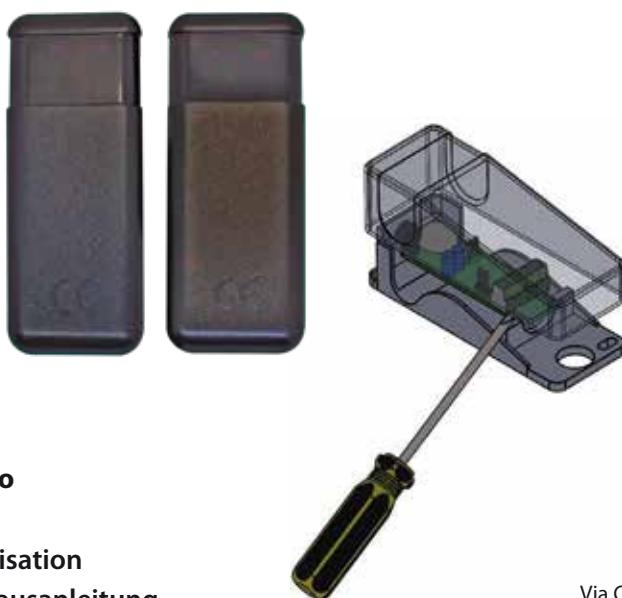

Fig.1 / Pic.1
- Per aprire le fotocellule, utilizzare un cacciavite e ruotare come in Fig.1. Infilare i cavi nell'apposita sede e fissare la basetta alla parete. Se si deve fissare la fotocellula al muro, effettuare i tre fori Ø5 ed innestare tasselli adeguati. Se si deve fissare la fotocellula su metallo, effettuare i tre fori Ø3 per predisporre l'utilizzo delle sole viti autofilettanti.
- Pour ouvrir les photocellules placez le tournevis comme indiqué dans la Fig.1 et tournez. Enfilez les câbles dans le logement prévu et fixez l'embase au mur. Pour fixer la cellule photo-électrique à une paroi, percez les trois trous ø5 et positionnez les goujons appropriés. Pour la fixer sur un support métallique, percez les trois trous ø3 pour l'utilisation des vis tarauds.
- Zum Öffnen der Lichtschranken einen Schraubendreher verwenden und wie in Abb.1 dargestellt drehen. Führen Sie die Kabel in die entsprechenden und befestigen Sie den Sockel an der Wand. Wenn die Lichtschranke an der Wand befestigt werden soll, bohren Sie die drei ø5 bohren und geeignete Dübel einsetzen. Wenn die Fotozelle auf Metall montiert werden soll, bohren Sie die drei ø3-Löcher, um nur die selbstschneidenden Schrauben zu verwenden.
- Para abrir las fotocelulas utilizar un destornillador y rodar como en Fig.1. Introducir los cables en la especifica sede y fijar la base a la pared. En caso de fijarse la fotocélula en la pared, practicar los tres agujeros Ø5 e introducir tacos adecuados. Si se debe fijar la fotocélula sobre metal, practicar los tres agujeros Ø3 para predisponer el uso de los tornillos autorroscantes.